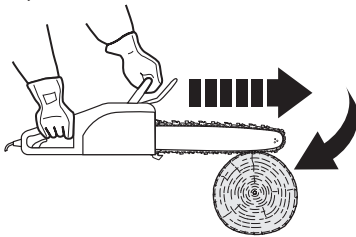
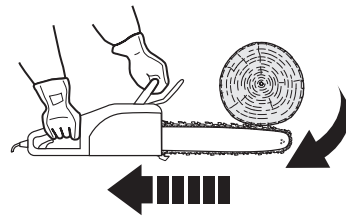

Fig. 26
Fig. 27
1. Apertando a corrente da serra (11) ao longo do fundo da barra-guia (12) pode puxar o produto para a frente para longe do operador (Fig. 26).
2. Apertar a corrente da serra (11) ao longo da parte superior da barra-guia
(12) pode empurrar rapidamente a barra-guia de volta para o operador (Fig. 27).